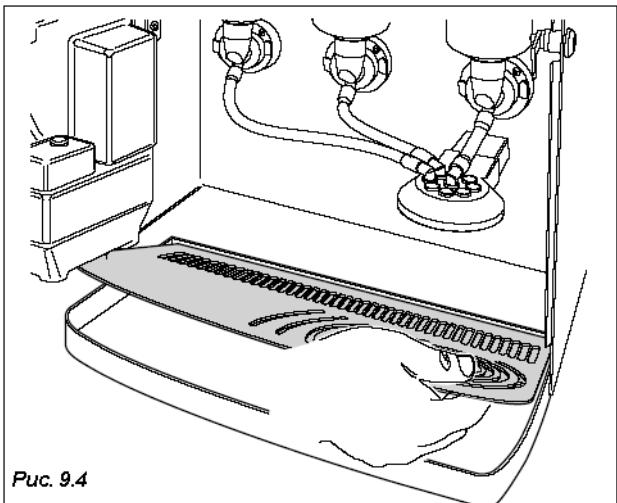

Рис. 9.4
- раздаточную камеру (*Рис. 9.4*);